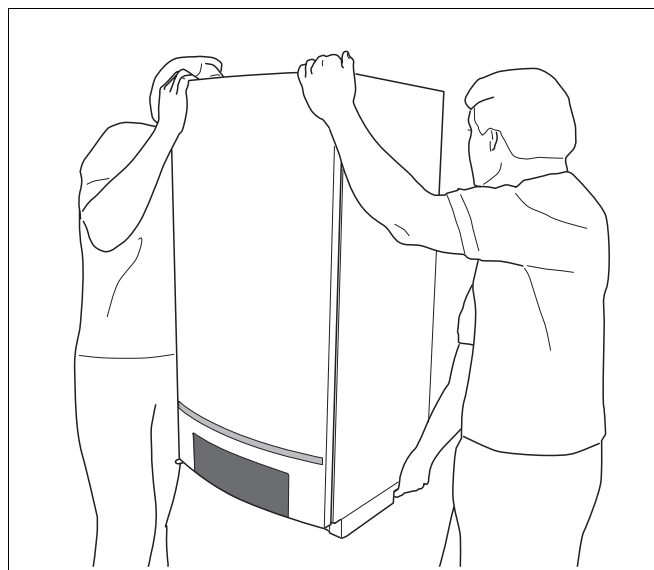

Рис. 2 Правильный подъем и перенос отопительного котла
Отопительный котел для подъема и переноса может быть взят одной рукой сзади за нижнюю сторону, а другой - сверху за переднюю стенку (рис. 2).
- Приподнять отопительный котел силами двух сотрудников за заднюю стенку и транспортную направляющую на нижней стороне и повесить на настенный кронштейн (рис. 2, стр. 13).